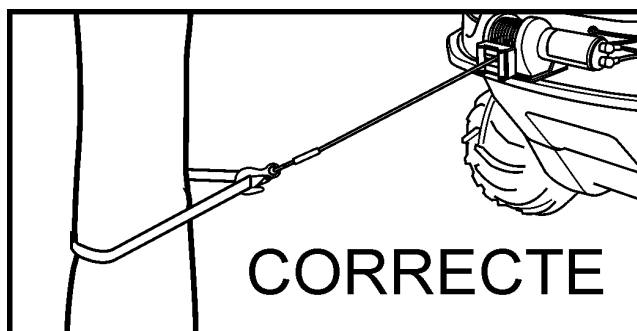
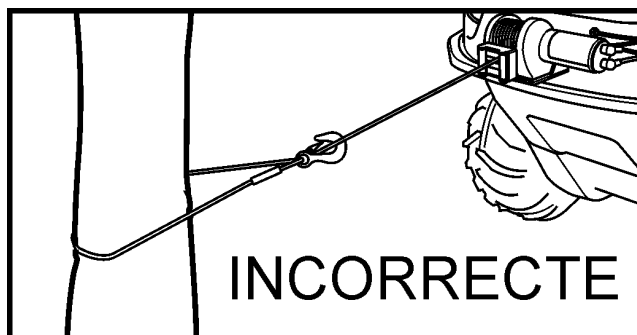

Figure 11-18. Méthode correcte.
Figure 11-19. Méthode incorrecte.
8. NE JAMAIS RACCROCHER LE CÂBLE MÉTALLIQUE SUR LUI-MÊME. Utiliser une courroie en nylon. (Figure 11-18.) Si vous raccrochez le crochet sur le câble métallique, des dommages pourraient être causés au câble. (Figure 11-19.)